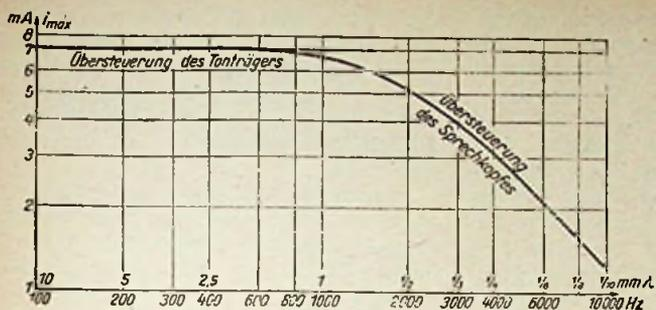

Abb. 4. Größter unverzerrt aufgezeichneter Sprechstrom bei $v = 100$ cm/sec
Da infolge des verwendeten Sprechkopfkern-Werkstoffes und durch die Charakteristik des Tonträgers die Werte von a , J_0 ebenso wie die Arbeitsgeschwindigkeit v von vornherein festliegen, erkennt man aus dieser Gleichung, daß von der Grenzfrequenz f_1 ab der Sprechstrom i_{\approx} proportional mit der Frequenz abfallen muß, da sonst Verzerrungen bei der Aufzeichnung auftreten. Von dem durch Gleichung (1) gegebenen Wert von f_1 bzw. i_{\approx} ab liegt also eine Übersteuerung des Tonträgers durch die besondere Art der Magnetisierung vor dem Spalt des Sprechkopfes vor, welche die unverzerrte Aussteuerung der hohen Frequenzen begrenzt, während die unverzerrte Aussteuerung der Tiefen allein durch die magnetischen Eigenschaften des Tonträgers, d. h. also durch die Länge des geradlinigen Teils sowie durch die Steilheit seiner Hystereseschleife, begrenzt ist. Trägt man nun die größten unverzerrt aufgezeichneten Sprechströme als Funktion der Frequenz auf, so gelangt man zu Bild 4, aus dem die geschilderten Zusammenhänge deutlich ersichtlich sind.